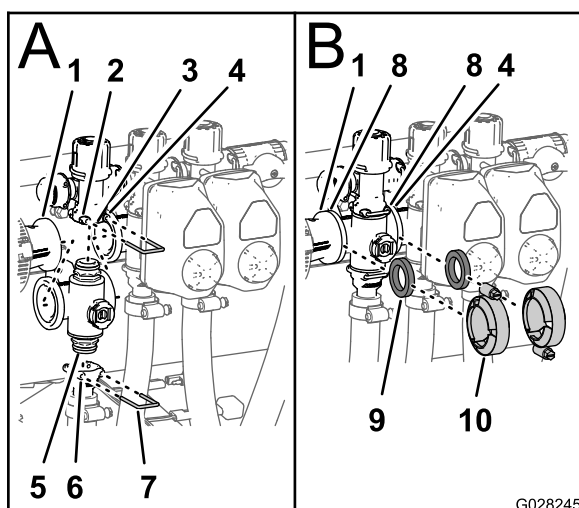

図 144
1. マニホールドバルブの上側エンドキャップフィッティングをバイパスフィッティングに取り付ける 図 144。
2. エンドキャップフィッティングをバイパスフィッティングに取り付けるバイパスフィッティングにリテーナを差し込んで固定する: 図 144。
3. 出口フィッティングを、マニホールドバルブの下側エンドキャップフィッティングに取り付ける 図 144。
4. エンドキャップフィッティングを出口フィッティングに取り付ける (出口フィッティングのソケットにリテーナを差し込んで固定する 図 144。
5. 縮径カップリングのフランジと個別ブームバルブマニホールドの間にガスケットを入れる 図 144。
6. リデューサカップリング、ガスケット、個別ブームバルブマニホールドを組み立ててクランプを手締めする 図 144。
7. 一番左側のつの個別ブームバルブを取り付ける場合には、両隣のつの個別ブームバルブのフランジとの間にガスケットを入れる 図 144。
8. 各個別ブームバルブ、その両隣の2つの個別ブームバルブのマニホールド、ガスケットを組み立ててクランプを手締めする 図 144。